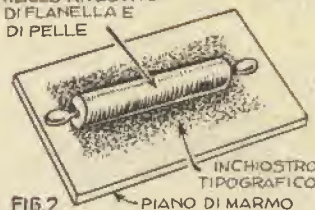

Fig. 2
Tali macchie e punti si tolgono fregando con un pezzo di feltro umido, o con tela smerigliata fine. Infine quando si nota che lo zinco è ben pulito ed i tratti sono puri, si inumidisce la lastra con una spugna e si inchiostra con un rullo. Quest'ultimo non è altro che un rullo di legno rivestito di flanella e poi di pelle morbida. Per far assorbire l'inchiostro al rullo si distende il primo su di un piano di marmo e poi vi si fa passare sopra molte volte, avanti ed indietro il rullo, tenendolo per i due manici laterali (fig. 2).
6) Scaldare la punta della barretta alla forgia o con il cannello, quindi, aiutandovi con le pinze, piegatela come indicato in fig. 2;